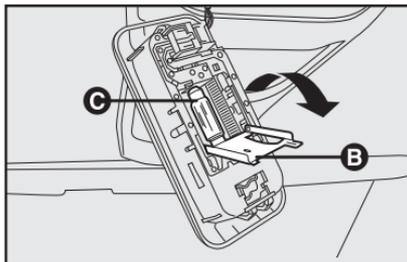

fig. 32
- Abra la tapa **B-fig. 32** en el sentido de la flecha;
- Sustituya la lámpara **C-fig. 32** ejerciendo una presión con la misma lámpara hacia el lado del resorte;
- Cierre la tapa **B-fig. 32**, presionándola;